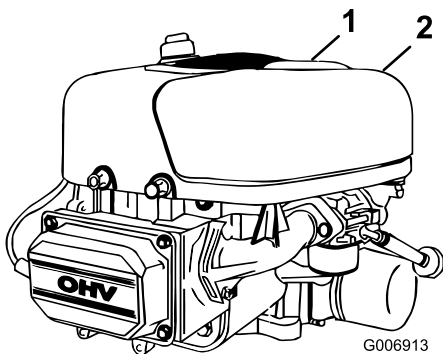

Figura 20
6. Tire hacia arriba del asa de la tapa del limpiador de aire y gírela hacia el motor (Figura 20).